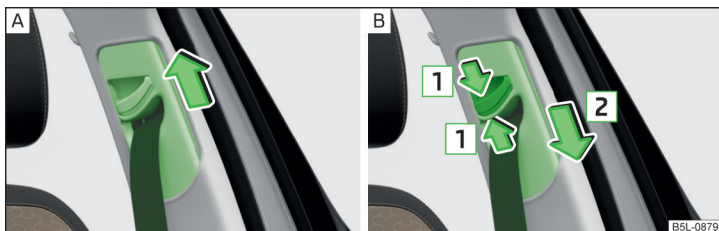

Fig. 5 Réglage de la hauteur de la ceinture sur les sièges avant
- Tirer la tige **vers le haut** dans le sens de la flèche » fig. 5 - A.
- **ou** : Enfoncer la protection dans le sens de la flèche **1** et déplacer la tige **vers le bas** dans le sens de la flèche **2** » fig. 5 - B.